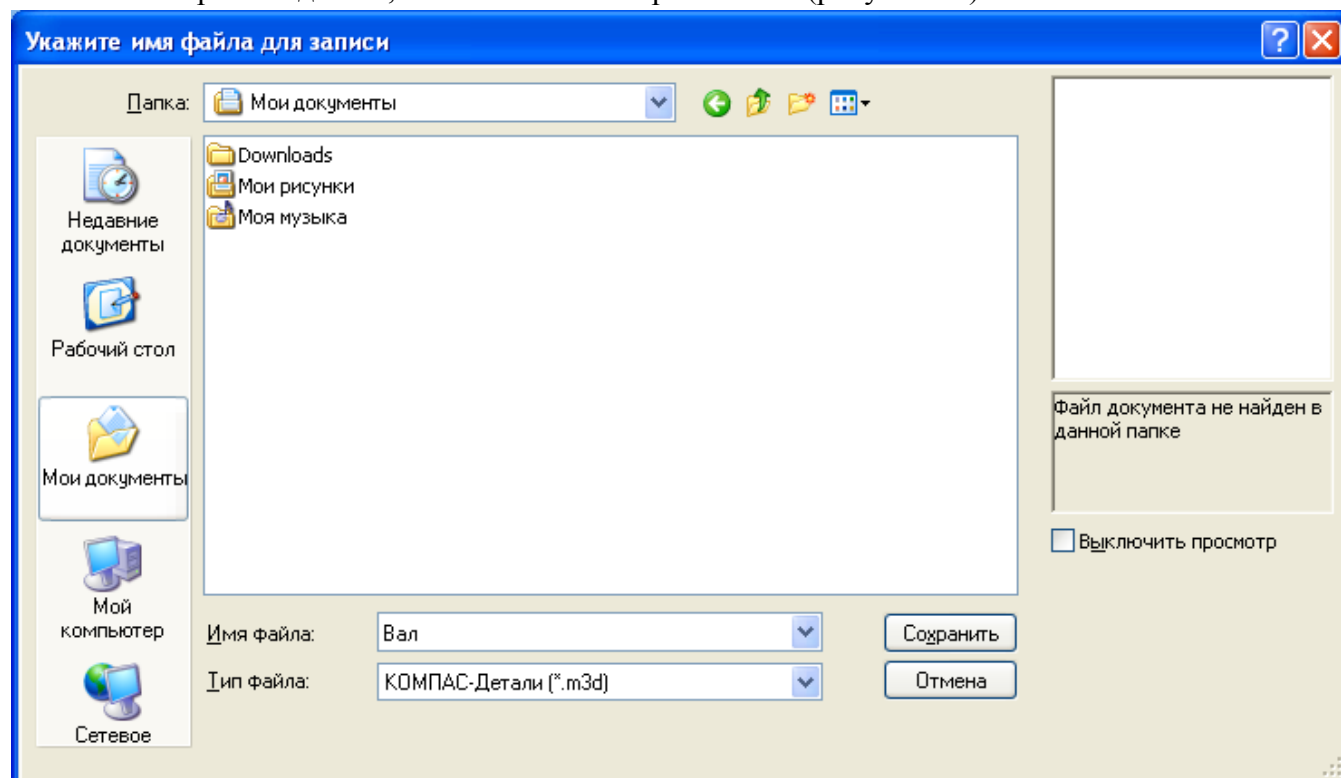

Рисунок 33
4. Сохраните деталь, нажав Файл – Сохранить как (рисунок 33).